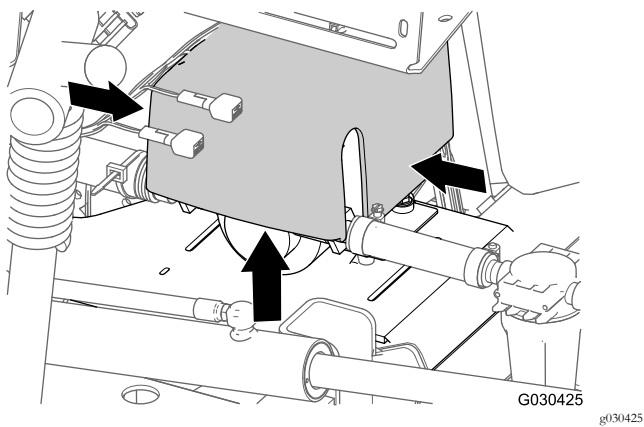

Bild 7
1. Drücken Sie am Heck der Maschine die Seiten der Spülpumpenabdeckung zusammen und heben die Abdeckung an, bis die Nasen der Abdeckung nicht mehr in den Schlitzen der Sattelplatte sitzen; nehmen Sie dann die Abdeckung von der Maschine ab (**Bild 7**).